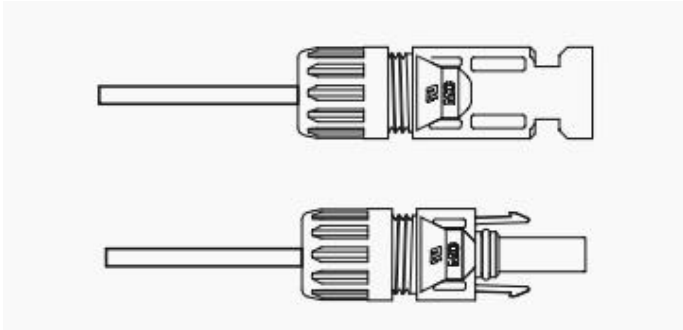

图 3.6 组装连接器
4. 将金属连接器插入连接器的顶部，以 3-4Nm 的扭矩拧紧螺母，如图 3.6 所示：